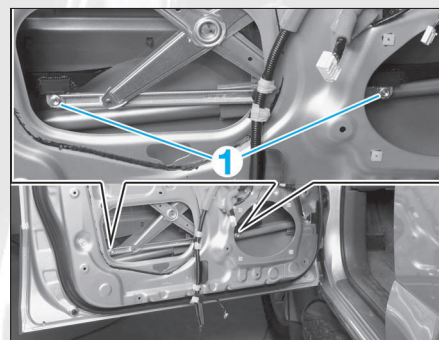

FIG. 52
- Abaisser la vitre de manière à rendre accessible les 2 vis de fixation (1) (Fig.52).